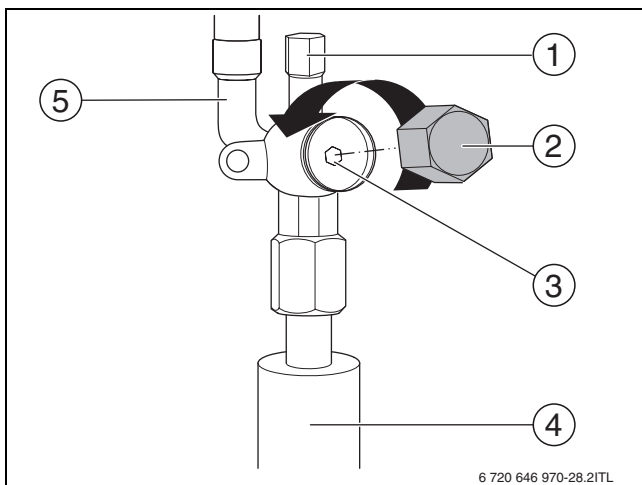

Bild 82 Absperrventil in der Leitung für gasförmiges Kältemittel
- ▶ An dem Schraderventil (→ Bild 82, [1]) eine Hochleistungs-Vakuumpumpe anschließen.